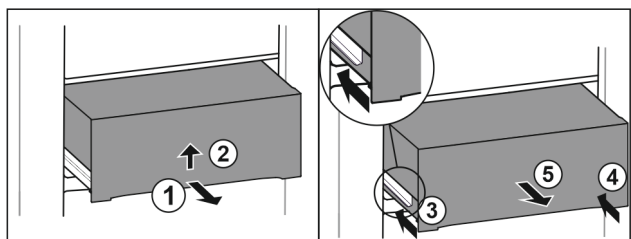

Fig. 48
- ▶ Изтеглете чекмеджето наполовина. Fig. 48 (1)
- ▶ Повдигнете чекмеджето от долната страна. Fig. 48 (2)
- ▶ Вкарайте лявата релса. Fig. 48 (3)
- ▶ Вкарайте дясната релса. Fig. 48 (4)
- ▶ Извадете чекмеджето напред. Fig. 48 (5)